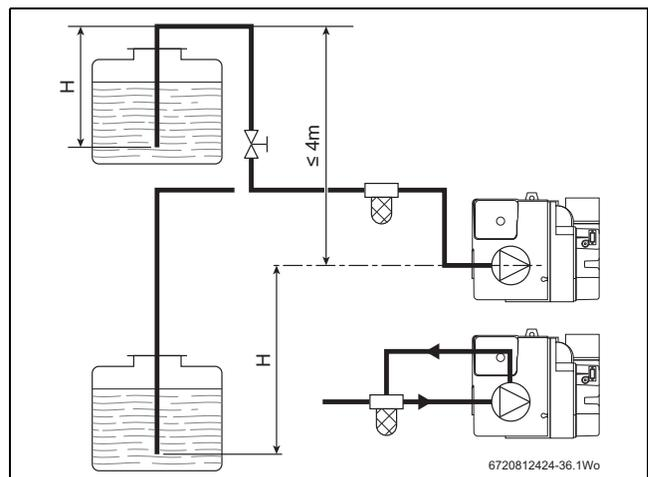
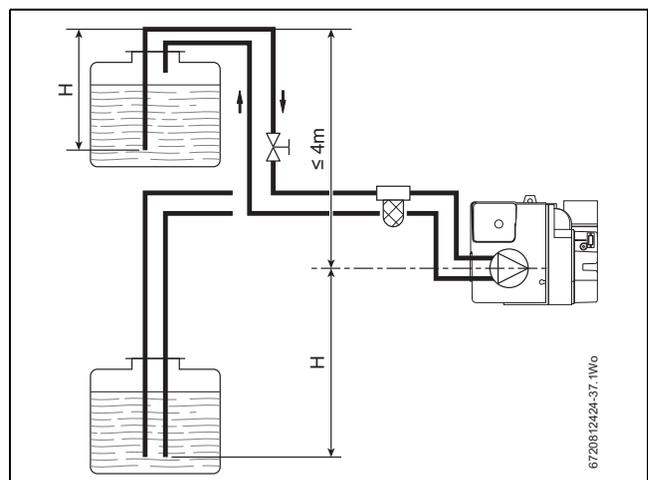

Bild 14
Bild 15
- In den Anlagen nach Abb. 14 und Abb. 15 Brenner starten und Erstbefüllung abwarten.
Tab. 7 Siehe Abb. 14 und Abb. 15
Anlagen im Unterdruck (siehe Abb. 15):